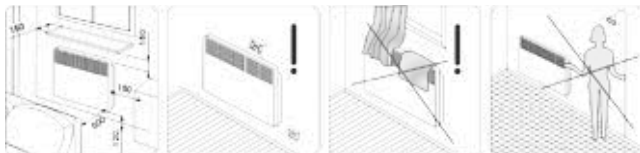

Рис. 4
3. В соответствии с рис. 4 определите место установки конвектора с соблюдением минимальных расстояний от предметов и минимального расстояния от пола.